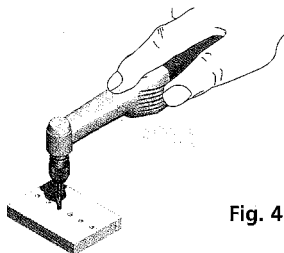

Fig. 4
2. Gerät so halten (Fig. 4), daß die Lüftungsschlitze 1 nicht verdeckt werden.